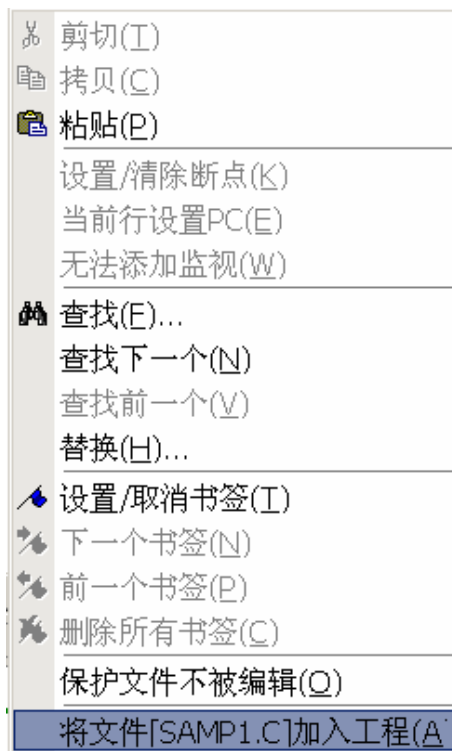

图 4-3
- 2) 如果此文件在文本窗口中已经打开，请在该文本窗口单击鼠标器右键，单击弹出菜单末尾的“将文件[XX]加入工程”命令，这里 XX 表示前面保存的文件名。参阅图 4-3。